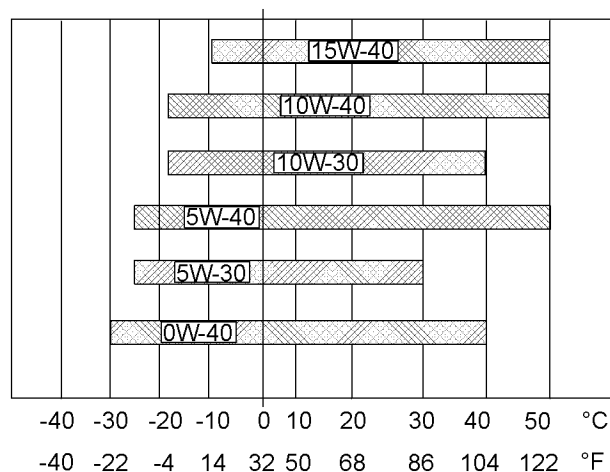

Ilustración 30
Consulte la ilustración 30 (temperatura mínima) para determinar la viscosidad necesaria del aceite para arrancar un motor frío.
Consulte la ilustración 30 (temperatura máxima) para seleccionar la viscosidad de aceite para la operación del motor a la temperatura ambiente más alta esperada.
- Consulte la publicación "Viscosidades de lubricantes" apropiada. Consulte la ilustración 30 para encontrar el grado correcto de viscosidad del aceite para el motor.